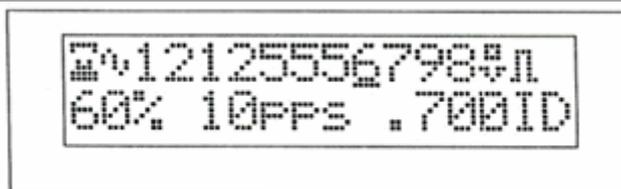
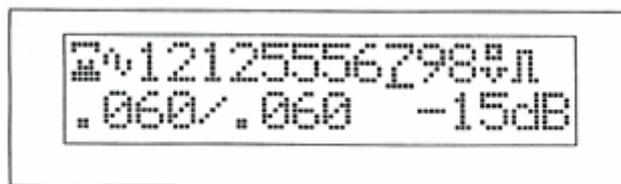
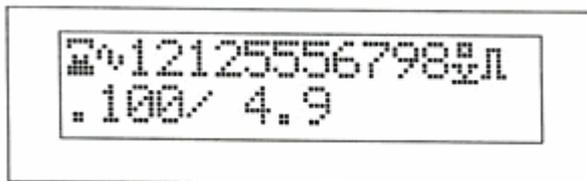

Рис.8
Рис.9
Рис.10
На Рис.8 представлена запись отработанного вызова, которая состоит из четырнадцати (14) символов событий, следующих за значком состояния линии "трубка снята" и заполняющих позиции с 2-ой по 15-ю. Если Вы заметили, курсор высвечен под символом "6". Это означает, что информация, относящаяся к этому символу, высвечивается в нижнем ряду LCD. В случае "6" формат вывода нижнего ряда указывает, что этот символ был передан с помощью дискового номеронабирателя. Если бы эта "6" была передана в режиме тонального набора, формат вывода был бы совершенно другим, как это показано на Рис.9.
На Рис.8 временной интервал между цифрами высвечен как .700ID, что означает 700/1000 секунды, или 700 миллисекунд. Замечание: В случае импульсного набора цифры "1" время разрыва абонентского шлейфа (пауза) выводится в миллисекундах, поскольку процентная величина паузы и число импульсов в секунду не могут быть рассчитаны для одиночного разрыва абонентского шлейфа.
На Рис.9 представлена точно такая же запись отработанного вызова, как и на Рис.8, но курсор теперь находится под символом "7". И снова формат вывода данных нижнего ряда указывает на использовавшийся для передачи этого символа метод, каким в случае "7" был DTMF-набор.
На Рис.10 представлена ещё одна запись отработанного вызова, подобная записям вызова на Рис.8 и 9, но курсор теперь находится под одним из специальных символов телекоммуникатора PHD, известным как Интервал Нулевого Напряжения. Т.к. этот символ не является тональным сигналом, относительный уровень сигнала не высвечивается. Следовательно, единственная информация, которая может быть получена, представляет собой временные интервалы присутствия/отсутствия этого события. Диапазон измерения составляет 0.001 - 9.9 секунд. В вышеприведенном примере длительность Интервала Нулевого Напряжения представлена величиной .100, что означает 100/1000 секунды, или 100 миллисекунд, а временной интервал отсутствия нулевого напряжения высвечен как 4.9, что соответствует 4.9 секунд.
Это не то же самое, что пауза при импульсном наборе, когда напряжение на линии поднимается выше порогового напряжения состояния линии "трубка снята", хотя в обоих случаях ток не течет. Длительность описываемого события (обычно 50-150 миллисекунд) представлена в нижней строке на Рис.10.
Этот символ называется **Длинный Импульсный Интервал**. Критерий этого события тот же самый, что и для состояния линии "Трубка повешена", но этот символ высвечивается в записи вызова в момент появления события. Это символ обычно создается событием состояния линии "Трубка повешена", которое может длиться любое время. При этом символ появится на дисплее только в том случае, если предварительно дисплей не был очищен перед новым снятием трубки, поскольку символы не высвечиваются до тех пор, пока соответствующие им события не закончатся. Параметры нижней строки для описываемого события представлены на Рис.10, где показана длительность события. Чаще всего это время будет изображаться стрелкой, направленной вверх и числом 9.9, поскольку 9.9 секунд - это верхний предел измерения таймера.
Этот символ называется **Индикатор тонального сигнала в диапазоне частот**. Критерием этого события является присутствие любого не-DTMF тонального сигнала на линии в течение, по меньшей мере, 500 миллисекунд. Этот сигнал должен быть в диапазоне 300-3000 Гц и иметь уровень, по меньшей мере, минус 24 дБ с возможными колебаниями не более 3 дБ. Этот символ обычно создается тональным сигналом готовности или сигналом подтверждения вызова. В этом последнем случае программа не разрешит последующим символам этого типа высвечиваться друг за другом. Вместо этого высветится единичный символ, но, как только первый тональный сигнал закончится, индикация временного интервала наличия/отсутствия сигнала в нижней строчке дисплея начнет переключаться туда и обратно с каждым новым звонком. Этот режим не позволяет заполнить дисплей значками сигналов подтверждения вызова. Формат нижней строчки дисплея тот же самый что и для сигналов DTMF, как это показано на Рис.9, с индикацией временных интервалов присутствия/отсутствия тонального сигнала только для последнего цикла.